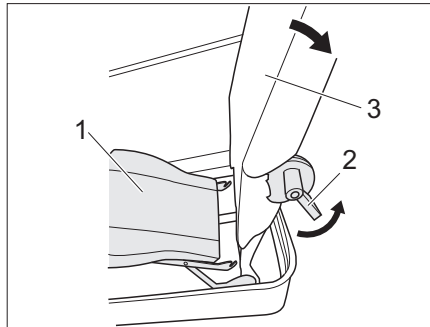
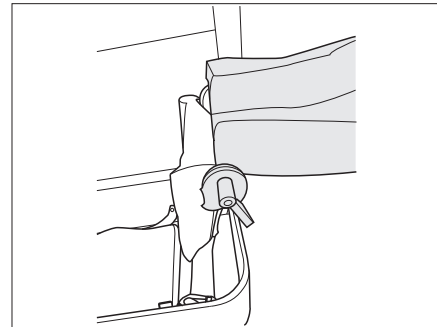

Fig. 207 Décrocher l'assise
Fig. 208 Dossier tourné à 90° vers l'arrière
- Décrocher l'assise (Fig. 207,1) et l'abaisser.
- Actionner le levier 1 (Fig. 207,2) et tourner le dossier (Fig. 207,3) à 90° vers l'arrière (Fig. 208).